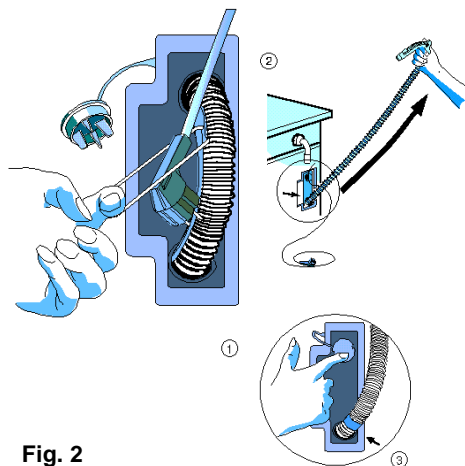

Fig. 2
1. Vous pouvez soit fixer le tuyau de vidange au siphon, soit l'accrocher au rebord d'un évier ou d'un lavabo avec la crosse de vidange (Fig. 2). Les petits lavabos ne conviennent pas. Le rebord utilisé ne doit pas se situer à plus de 125 cm au-dessus du sol.